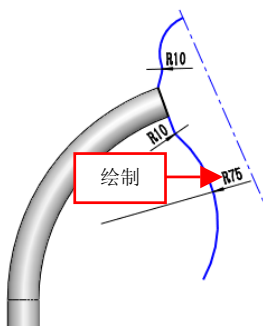

图 15-13 绘制草图对象
(1) 单击【旋转凸台/基体】按钮 , 选择上视基准面为草图绘制面, 进入草图绘制环境, 绘制相应的草图对象, 如图 15-13 所示。